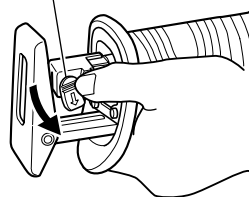

Fig. 6
- (2) Pousser le levier dans le sens de la flèche, indiqué sur la Fig. 6, marquée sur le levier. (Fig. 6)
- (2) Après avoir poussé le levier dans le sens de la flèche de la Fig. 6, tourner la lame de façon qu'elle soit orientée vers le bas. La lame doit tomber sous l'effet de son propre poids. Si la lame ne tombe pas, tirer dessus avec la main.